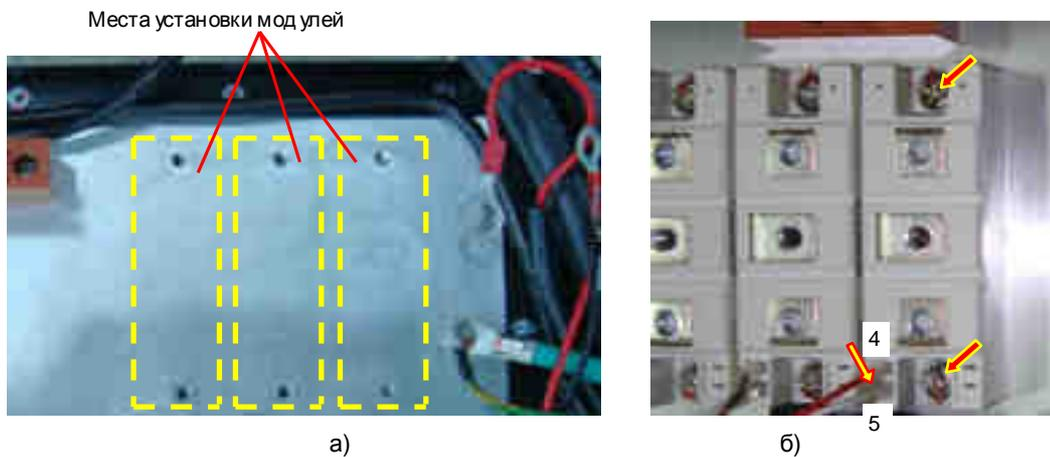

Рис. 7.6.
7.3.2. Протереть радиатор в месте установки модуля салфеткой, смоченной СБС (рис. 7.6а).
7.3.3. Установить диодно-тиристорный модуль на радиатор, совместив крепежные отверстия модуля с резьбовыми отверстиями радиатора, и слегка притереть. Вкрутить два винта крепления модуля к радиатору (рис. 7.6б, красные стрелки). Соединить провода управления с ножевыми контактами в вводов 4, 5 диодно-тиристорного модуля (рис. 7.6б, желтая стрелка).